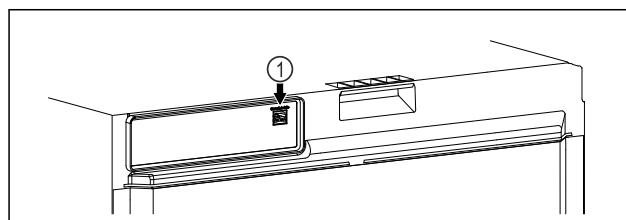

Fig. 101
- SmartModule Fig. 101 (1) er installert.